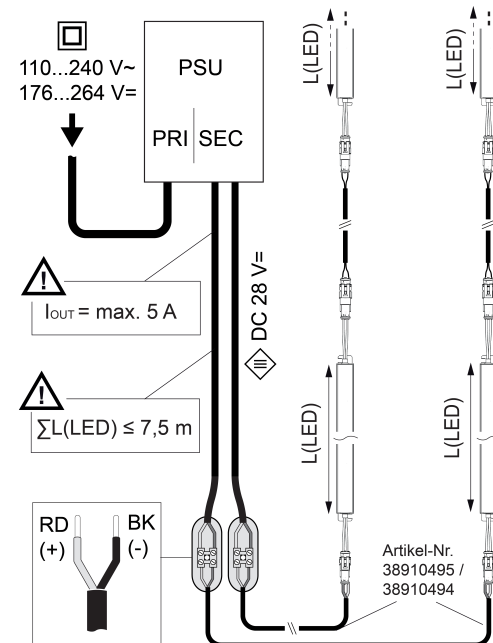

Figure 4: Schéma de raccordement
- Raccorder les modules d'éclairage à LED conformément au schéma électrique (Figure 4).